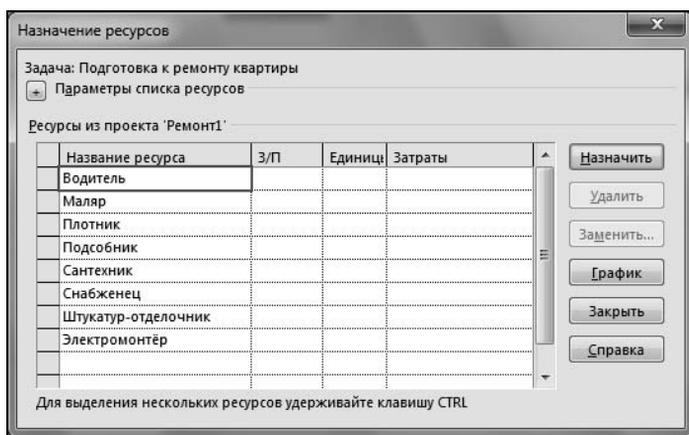
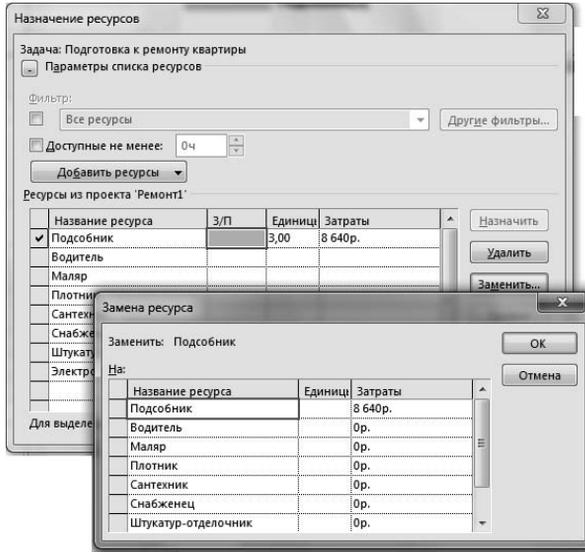

Рис. 5.8. Окно **Назначение ресурсов**
Рис. 5.10. Окно замены ресурса
4. Нажать комбинацию клавиш <Alt>+<F10>. На экране откроется окно **Назначение ресурсов** (рис. 5.8).
6. Если этот ресурс уже определен для проекта, то он уже представлен в списке, и выбрать его можно щелчком левой кнопкой мыши на нужной ячейке столбца **Единицы** (см. рис. 5.8). В рассматриваемом примере выделить ячейку **Единицы** для ресурса **Подсобник**.
Если окно, показанное на рис. 5.8 или 5.9, в данный момент не отображается на экране, нажать комбинацию клавиш $\langle \text{Alt} \rangle + \langle \text{F10} \rangle$.
2. В показанном на рис. 5.8 или 5.9 окне выбрать ячейку **Название ресурса** или ячейку **Единицы** строки, соответствующей тому назначению, которое требуется удалить (это определяется по наименованию ресурса в поле **Название ресурса**), и сделать щелчок левой кнопкой мыши. В рассматриваемом случае выделим ресурс **Снабженец**.
1. Выделить нужную задачу или любую ячейку, принадлежащую данной задаче. Если окно, показанное на рис. 5.8 или 5.9, не отображается на экране, нажать комбинацию клавиш <Alt>+<F10>.
2. В показанном на рис. 5.8 или 5.9 окне выбрать ячейку **Единицы** строки, соответствующей тому назначению, которое следует изменить (это определяется по наименованию ресурса в поле **Название ресурса**), и сделать щелчок левой кнопкой мыши.
2. Если окно, показанное на рис. 5.8 или 5.9, не отображается на экране, нажать комбинацию клавиш <Alt>+<F10>.
3. В показанном на рис. 5.8 или 5.9 окне установить указатель мыши в ячейке **Единицы** строки, соответствующей назначению ресурса **Подсобник**, и нажать кнопку **Заменить**. При этом откроется окно, показанное на рис. 5.10.